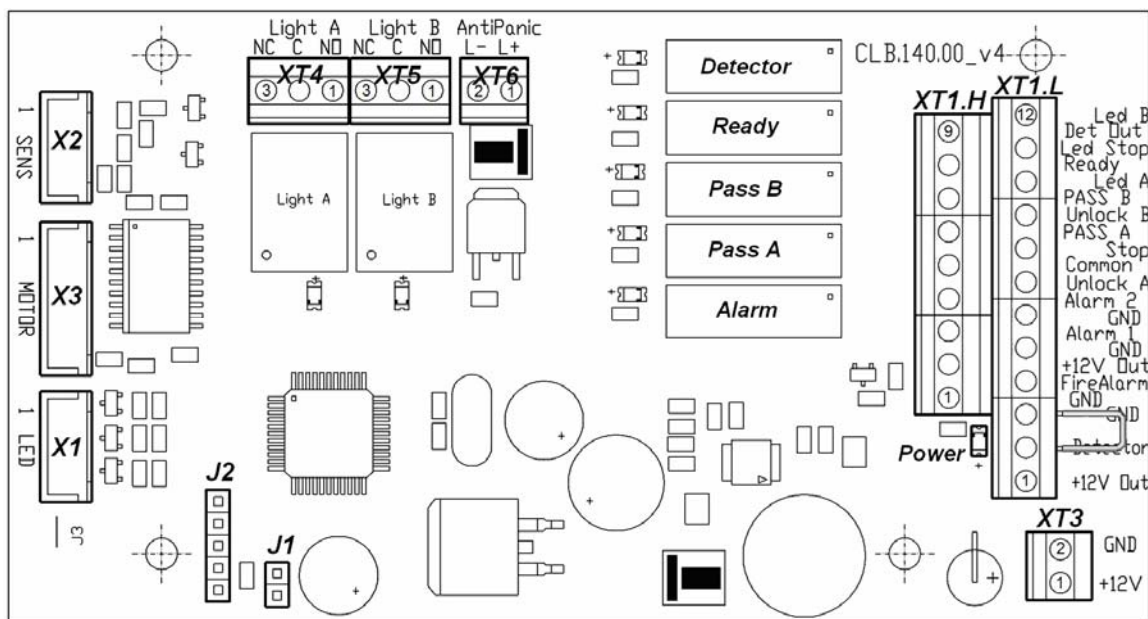

Рисунок 5. Внешний вид платы управления
ПДУ подключается к плате управления гибким многожильным кабелем (12) через клеммную колодку **XT1.L** (см. рис. 5 и 12).
Изменить ориентацию ПДУ относительно установки турникета (если по месту установки турникет обращен к оператору не лицевой, а тыльной стороной) можно, поменяв местами провода от ПДУ, подключаемые на контакты *Unlock A* и *Unlock B*, а также *Led A* и *Led B* соответственно (см. рис. 5 и 12).
Общий вид платы управления показан на рис. 5. На плате расположены:
Подключение указанных устройств производится с помощью кабеля (5) к соответствующим клеммным колодкам **ХТ1.L** и **ХТ1.H** платы управления в соответствии со схемой электрических соединений (см. рис. 5 и 12).
Обозначения установленных на плате управления клеммных колодок и назначение их контактов показаны на рис. 5.
Факт срабатывания/отпускания реле *PASS A*, *PASS B*, *Ready*, *Detector* и *Alarm* можно определить по загоранию/гашению красных индикаторов, которые установлены вблизи указанных реле (см. рис. 5).
Режим управления определяется наличием переключки на разъеме *J1* (расположение разъема *J1* показано на рис. 5 и на наклейке, расположенной на внутренней поверхности крышки с блоком индикации (2): переключка установлена – импульсный режим управления, переключка снята – потенциальный режим управления). При поставке переключка установлена.
Подключение ДКЗП производится к контактам, клеммной колодке ***ХТ1.L***, а сирены клеммной колодки ***ХТ1.H*** платы управления согласно схеме электрических соединений (см. рис. 5 и 12). ДКЗП должен иметь нормально-замкнутые контакты.
На контакты *Det Out* и *Common* клеммной колодки **XT1.H** платы управления (рис. 5) всегда транслируется сигнал о текущем состоянии ДКЗП.
Подключение устройства, подающего команду аварийного открытия прохода, производится к клеммной колодке **XT1.L** платы управления согласно схеме электрических соединений (см. рис. 5 и 12). Если вход *Fire Alarm* не используется, то необходимо установить перемычку между контактами *Fire Alarm* и *GND*. При поставке данная перемычка установлена.
Факт срабатывания/отпускания реле *Light A* и *Light B* можно определить по загоранию/гашению красных индикаторов, которые установлены вблизи указанных реле (см. рис. 5). Выходные каскады для *Light A* и *Light B* – перекидные контакты реле (см. рис.к 9) со следующими характеристиками сигналов: